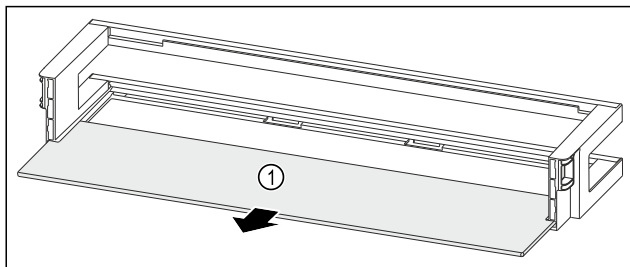

Fig. 259 Дверная полка со съёмной полкой
- ▶ Извлеките съёмную полку Fig. 259 (1).